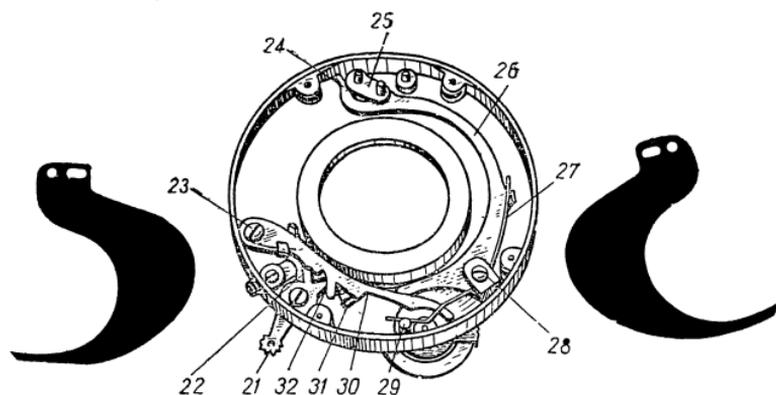

Рис. 26. Механизм затвора ГОМЗ.
Лепестки приводятся в действие спусковым рычагом через приводной механизм следующим образом: нажимают рукой или тросиком на спусковой рычаг 21 (рис. 26), который своим скошенным выступом приводит в движение
*Неисправности затвора и их устранение.* Несмотря на простоту устройства, затвор тяжело поддается ремонту. Не следует снимать и подгибать рычаг 26 (рис. 26), делать это можно в исключительных случаях. Часто затвор перестает работать из-за загрязнения и окисления рычагов и
Работа механизма установки выдержек сводится к следующему: вместе с поворотом и установкой рычага 19 (рис. 24, 27) поворачивается укрепленный на нем палец 29 (рис. 26), который регулирует выдержки затвора. Палец 29 включает в работу рычаги 31 и 32 и увеличивает
силу натяжения пружины 27. Движение рычага 19 (рис. 24) регулируется силой, с которой накладка 18 прижимает его к корпусу затвора. Если рычаг слабо прижимается к накладке, он под действием сильной пружины 27 (рис. 26) падает в крайнее положение «Д» или «25». Это одна из наиболее частых неисправностей механизма установки выдержек.